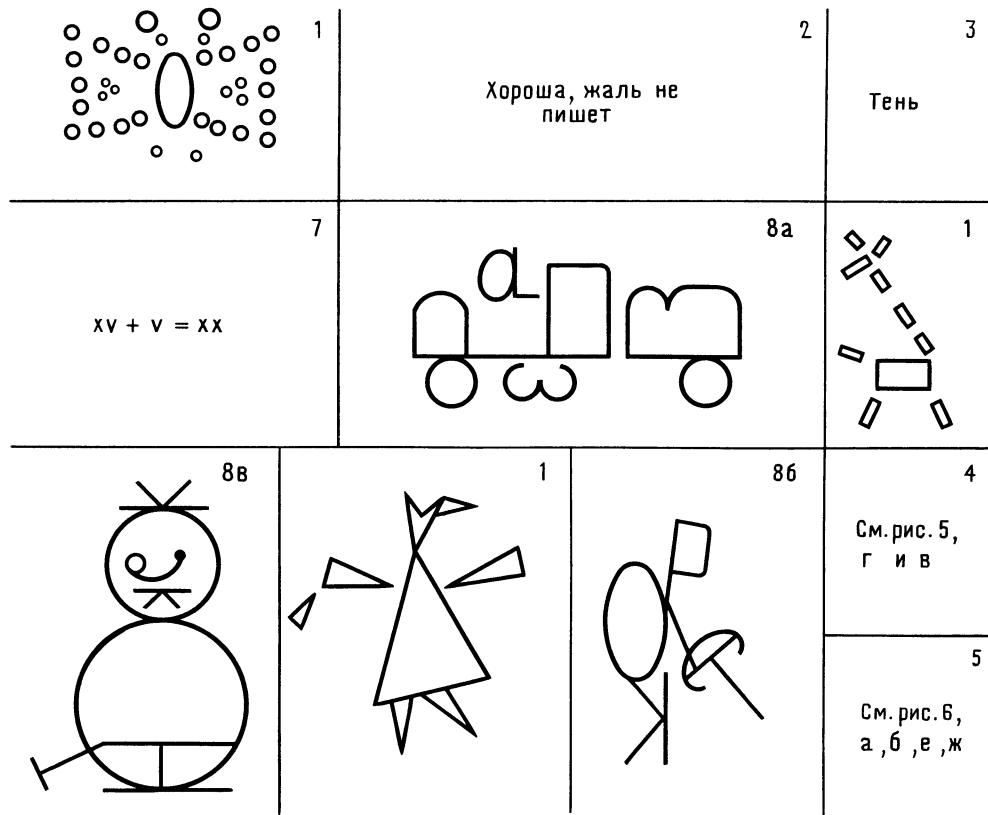

Рис. 9. К ответам задач 1—5, 7 и 8
**1—5, 7 и 8** — см. рис. 9; цифры на рисунке — номера задач.